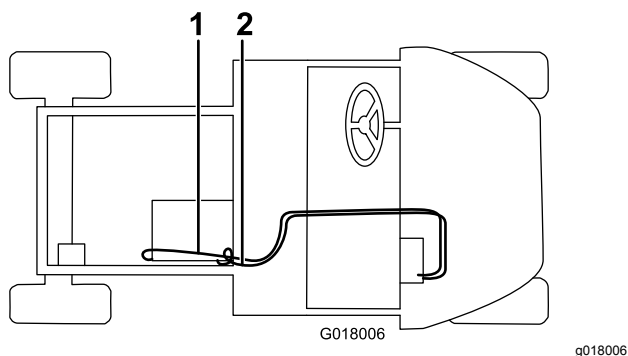

Figure 28
5. Raccordez le flexible long à la vanne de chauffage avec un collier, et faites-le passer par le trou dans la base du siège, le trou dans le cadre du plateau et fixez-le au raccord droit avec un collier (Figure 28). Coupez l'excédent de flexible à la taille voulue.
6. Branchez le flexible court au raccord en T blanc à l'aide d'un collier, puis faites-le passer dans le collier en R de la boîte à gants, dans le trou de la base du siège et branchez-le au raccord en T du flexible inférieur de radiateur avec un collier de serrage (Figure 28). Coupez l'excédent de flexible à la taille voulue.